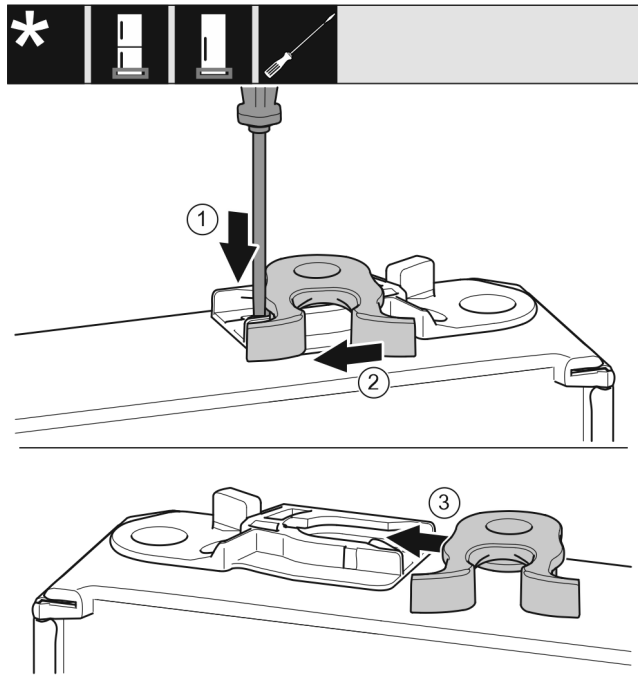

Fig. 51 \*
- ▶ Прижмите накладку Fig. 51 (1) шлицевой отверткой вниз.\*
- ▶ Выведите запорный крючок Fig. 51 (2) из направляющей.\*
- ▶ Вставьте запорный крючок Fig. 51 (3) в направляющую с другой стороны.\*